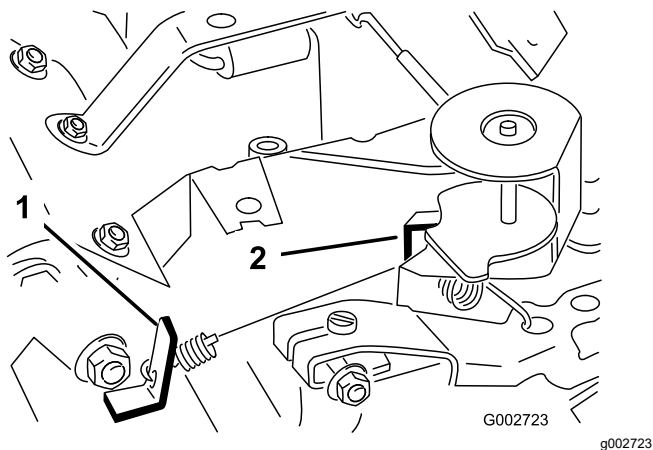

Рисунок 42
3. Отогните язычок пружинодержателя регулируемых оборотов холостого хода (Рисунок 42) так, чтобы получить малую частоту холостого хода в пределах от 1675 до 1 875 об/мин.
6. Отогните язычок пружинодержателя высоких оборотов (**Рисунок 42**) так, чтобы получить высокую частоту вращения 3350–3450 об/мин.